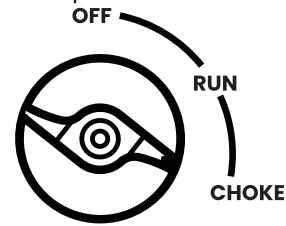

Figura 6: ¡Conmute el interruptor de motor/combustible a la posición CHOKE.
3. Conmute el interruptor de control de motor/combustible a la posición CHOKE (vea la Figura 6).